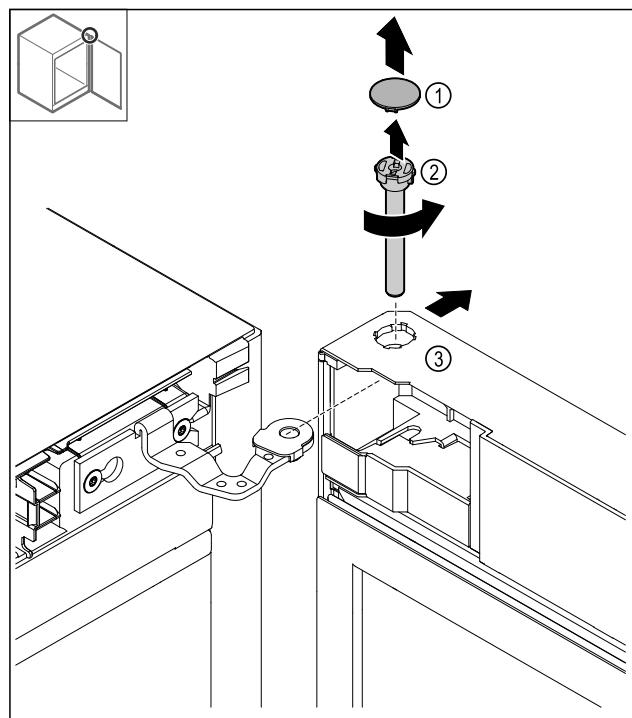

Fig. 19
► Desmontar la cubierta Fig. 19 (1).
► Aflojar el perno Fig. 19 (2) en sentido antihorario y extraerlo.
► Inclinar la puerta Fig. 19 (3) ligeramente.